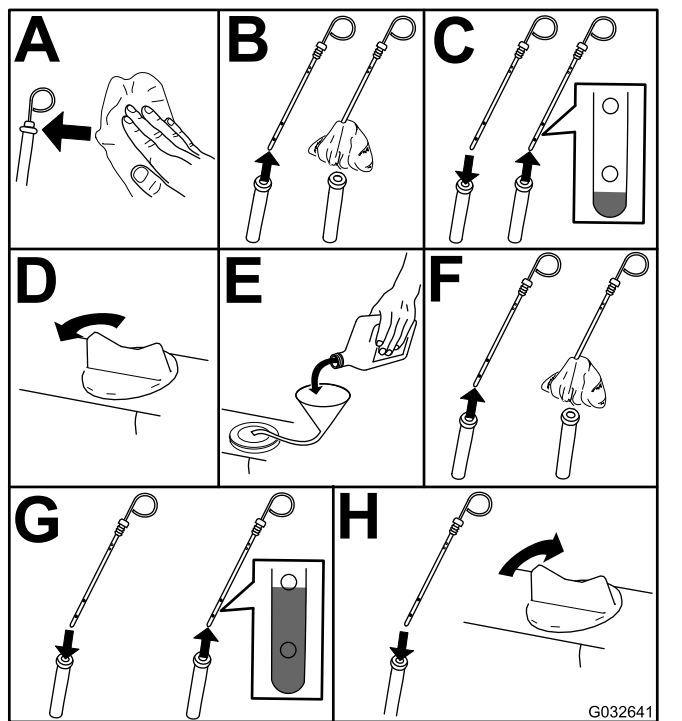

Figure 56
3. Contrôlez le niveau d'huile moteur (Figure 56).